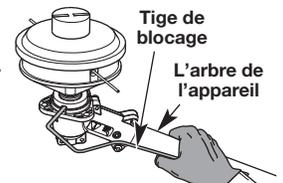

Fig. 13
2. Gardez la tige de verrouillage en place en la saisissant près du corps de l'arbre de l'appareil (Fig. 13).